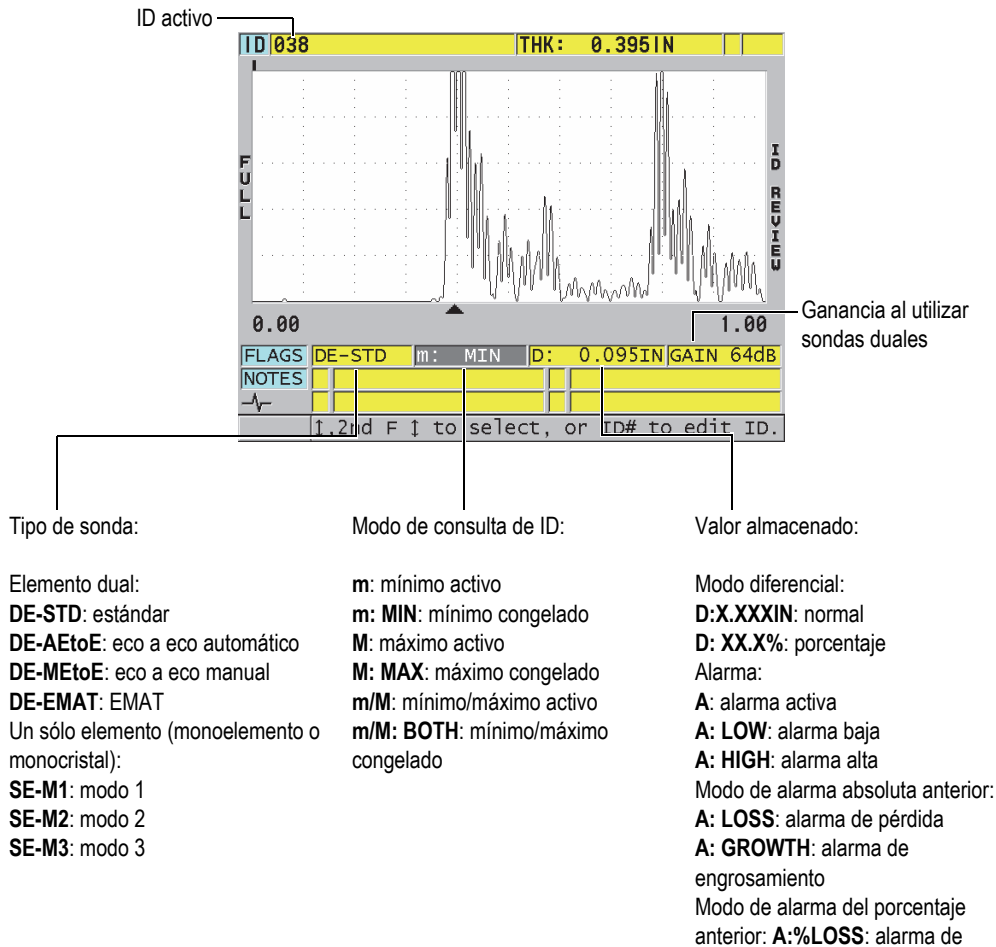

Figura 11-27 Pantalla de revisión de números de identificación (ID)
La Figura 11-27 en la página 232 muestra un ejemplo de la pantalla de revisión de los ID y describe su contenido. El área debajo del A-scan está reservada para los indicadores de estado que describen los valores de espesor almacenados y que son
3. En la pantalla de revisión de ID (ver Figura 11-27 en la página 232):